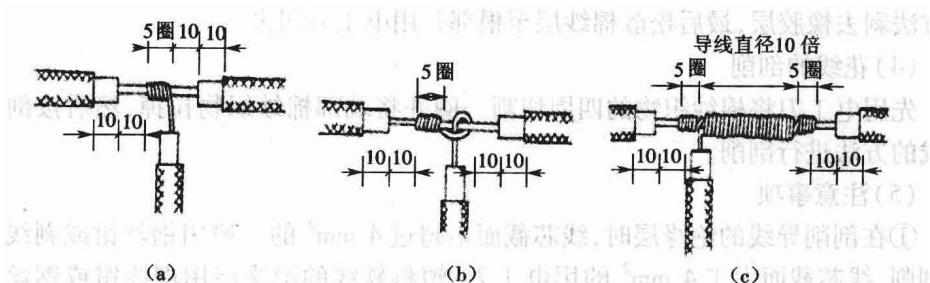

图 1-1-13 单股铜芯导线的 T 字分支连接
②单股导线的T字分支连接方法:先将支线芯线线头(截面积较小)与干线芯线(截面积较大)作十字相交,使支线留出约3~5 mm根部。当支线截面较小时,将其环绕成结状,再把支线线头抽紧、扳直,然后密缠5~8圈,最后剪去多余芯线并钳平切口毛刺,如图1-1-13所示。当支线截面较大时,因绕成结后不易平伏,可在十字交叉后直接并绕8圈以上。
③7股芯线的直线连接方法:先将芯线头拉直,将芯线全长的1/3自根部绞紧,其余部分分散成伞骨状并将每股芯线拉直;接着将两伞骨状线头隔股对叉,捏平两端每股芯线;然后将一端的7股芯线按2、2、3股分成第一、二、三组,扳起第一组芯线并垂直于芯线,按顺时针方向紧贴并缠2圈,并缠后再扳成与芯线平行的直角;依次紧